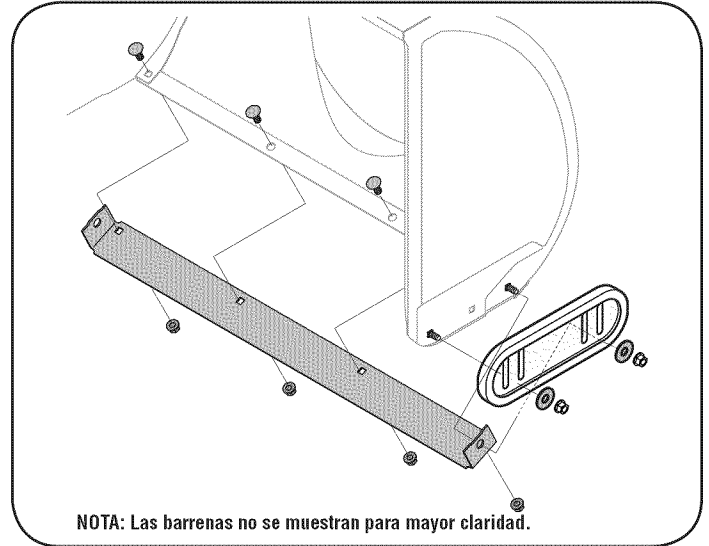

Figura 17
2. Monte las nuevas zapatas antideslizantes con cuatro pernos de carro (dos en cada lado), arandelas, y las tuercas de brida hexagonales. Consulte la figura 17.
2. Monte la placa de raspado nueva, asegurándose de que las cabezas de los pernos de carro se encuentren del lado interior de la caja. Ajuste bien. Vea la figura 17.